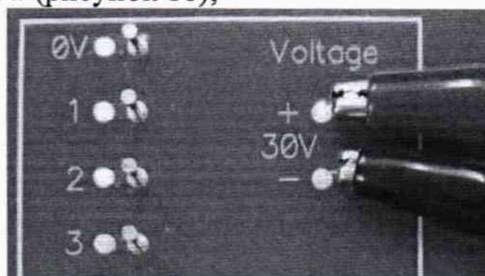

Рисунок 11 – Подключение источника питания к плате SP-1
- используя источник питания постоянного тока подключить два соединительных провода, соблюдая полярность, к плате SP-1. Место подключения на плате обозначено «30V» (рисунок 11);